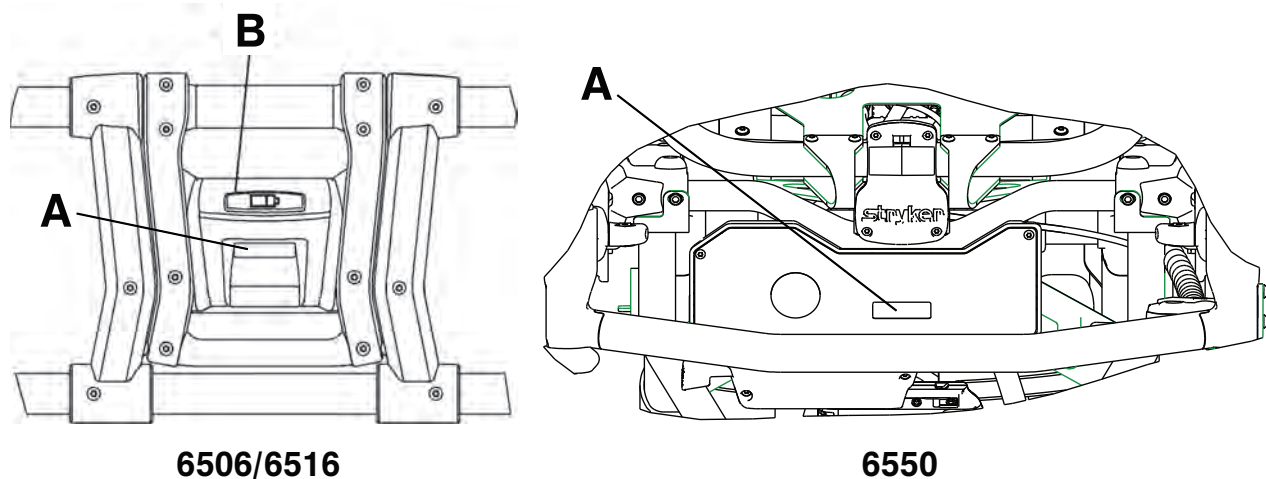

Figura 12 – Comprobación del contador de horas (A), de la pantalla de error (A) y del estado de la batería (B)
Utilice el contador de horas (A) para determinar la frecuencia del mantenimiento preventivo. Use la pantalla de error (A) para la resolución de problemas (Figura 12). La pantalla de error anula la exhibición del contador de horas cuando se produce un error.